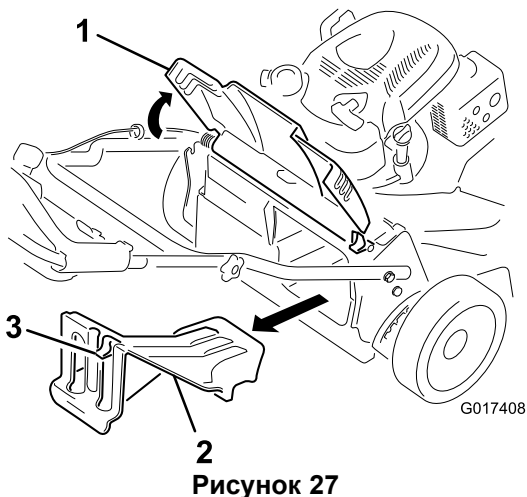

Рисунок 27
1. Поднимите и удерживайте задний отражатель (Рисунок 27).
2. Снимите заднюю выпускную пробку, нажав вниз на защелку большим пальцем и вытянув пробку из машины (Рисунок 27).